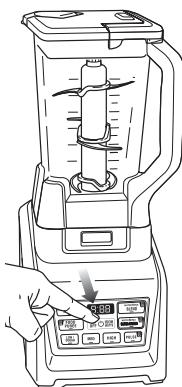

Fig. 7
- 11 Presione el botón de encendido para encender la unidad. Seleccione la velocidad o el programa Auto-iQ de acuerdo con sus necesidades. El programa Auto-iQ apagará el artefacto automáticamente al finalizar el programa. (Fig. 7)